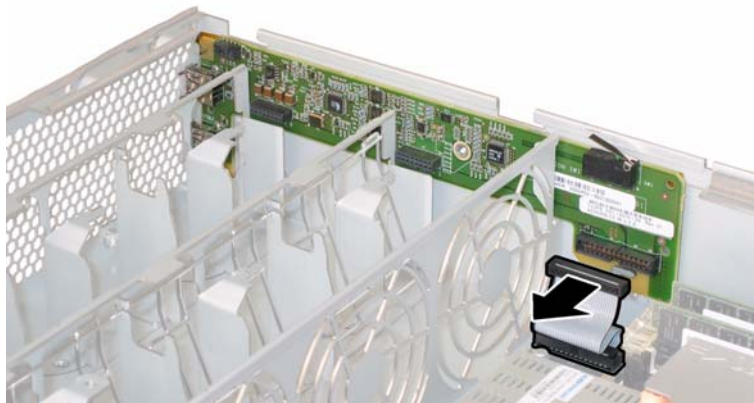

图 4-27 从前面 I/O 板断开互连线缆
10. 断开将前面 I/O 板连接到主板的前面 I/O 互连线缆。请参见图 4-27。